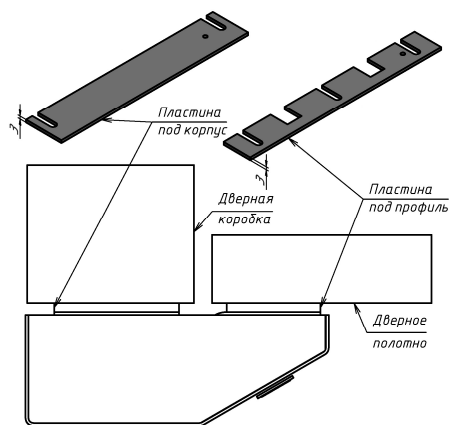

Рисунок 2 – Установка выравнивающих пластин под корпус и якорь
- пластина под профиль (рисунок 2) -1 шт.
- пластина под корпус (рисунок 2) -1 шт.
- саморез 5,5x32 (1) -5 шт.
- винт M6x16 (2) -1 шт.
- винт M3x4 (3) -4 шт.
- гайка M4 (4) -4 шт.
- шайба 4 65Г (5) -4 шт.
- шайба 6 (6) -3 шт.
- шайба 4 (7) -4 шт.
5.4 Закрепить корпус замка на коробке двери саморезами (1). Закрепить Z-профиль на створке двери саморезами (1). Закрепить на Z-профиле якорь с пружиной винтом (2). Для совмещения рабочих поверхностей корпуса и якоря могут быть использованы выравнивающие пластины (рисунок 2). После регулировки правильного положения замка затянуть крепежные саморезы.